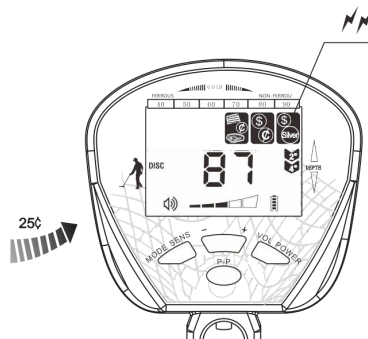

Figura 11
- e) Cuando se cruzan las otras tres muestras, se centellea el cursor respectivo, y demuestra cifra correspondiente en el cursor de cifras. (Ver figura 11, ejemplo de moneda de plata de 25 centavos)